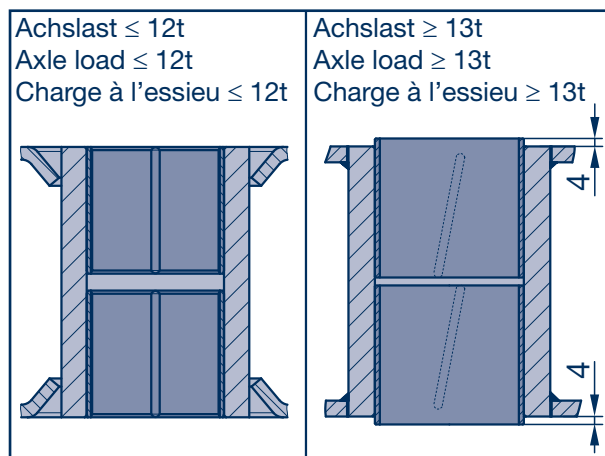

Fig. 9
- [11] Neue Bronzebuchse (1340) ansetzen und mit Druckstück an jeder Seite außen bündig eindrücken (siehe auch Fig. 9).
Buchsen (1340) innen nicht gegeneinander drücken! Zwischen den beiden Buchsen muss eine Lücke zur Fettverteilung bleiben (siehe Fig. 9). Nach dem Eindrücken muss auf beiden Seiten ein Überstand von 4 mm vorhanden sein.
Do not push the inner bushes (1340) next to each other. There must be a space between the two bushes for grease distribution (see fig 9). After installation there must be an excess of 4 mm on both sides.
Ne pas appuyer les douilles (1340) l'une contre l'autre ! laisser un espace libre entre les deux pour la répartition du lubrifiant (voir Fig. 9). Après le pressage il doit rester une saillie de 4 mm de chaque côté.